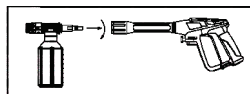

Figure 8 - Attach applicator to gun
4. Присоедините дозатор моющего средства к пистолету. (См. Рисунок 8)